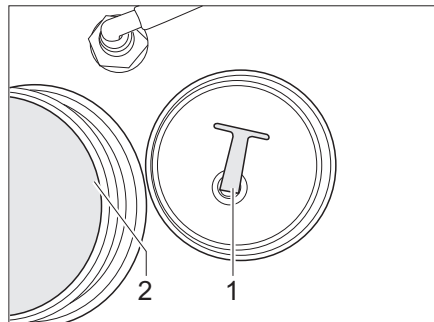

Bild 139 Wassertank
- Verschlussdeckel (Bild 139,2) abschrauben.
- Verschlussdeckel (Bild 139,2) am Wassertank abschrauben.
- Den Verschluss-Stopfen (Bild 139,1) aus der Ablassöffnung heraus-schrauben. Das Wasser läuft ab.